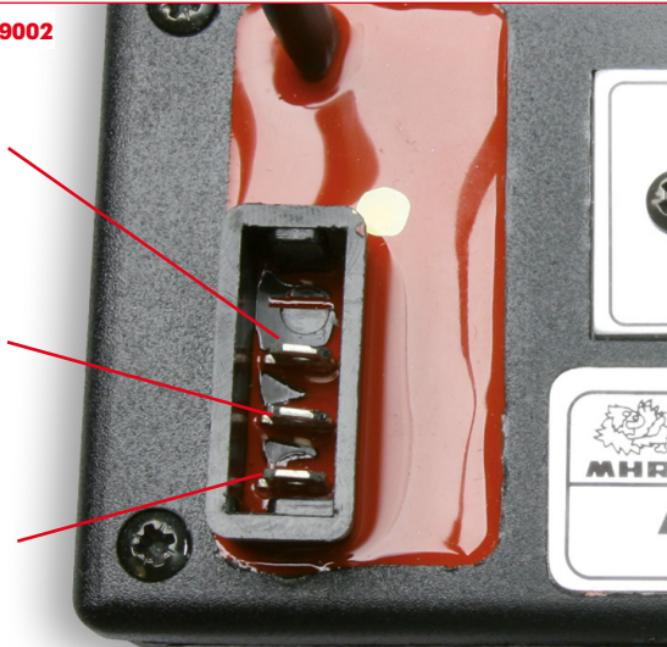
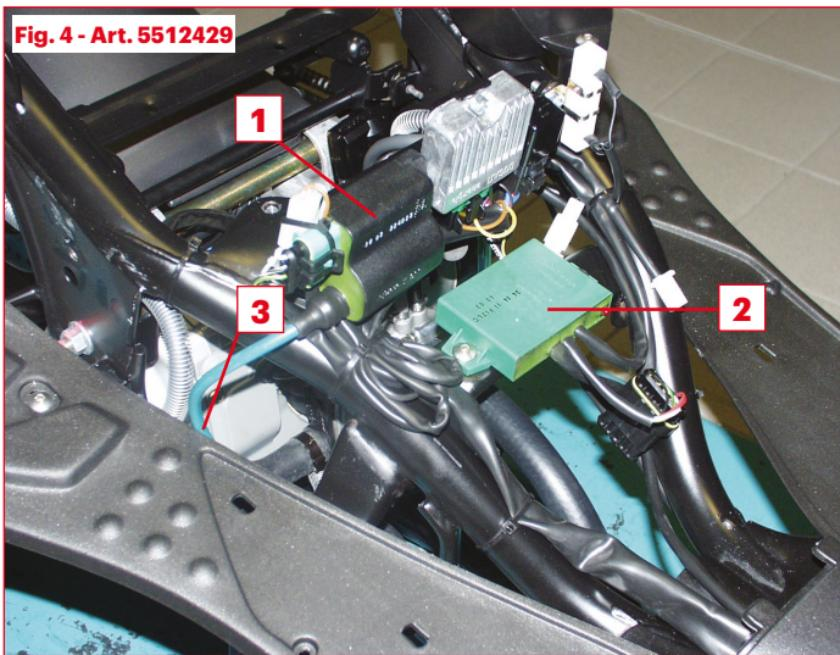

Fig. 4 - Art. 5512429
Fig. 5 - Art. 5512429
- Desmontar la bobina original (**part. 1, Fig. 4**) y la centralita original (**part. 2, Fig. 4**) teniendo cuidado de no dañar los conectores originales al desconectarlos y limpiarlos acuradamente.
- Destornillar el cable de la bujía (**part. 3, Fig. 4**) de la centralita original y atornillarlo a la nueva bobina HT Malossi de alta tensión teniendo en cuenta atornillarlo hasta el fondo.
- Montar la bobina HT Malossi (**part. 1, Fig. 5**) en el soporte de la bobina original fijandola con los tornillos que se suministran con el kit e interponiendo el distanciador suministrado también en el kit.
- Montar la centralita electrónica Malossi apoyandola en el soporte original (**part. 2, Fig. 5**)
- El cable negro que sale de la centralita Malossi debe hacer masa mediante una obertura colocandolo debajo del tornillo de fijación de la bobina HT Malossi (**part. 1, Fig. 5**), y seguidamente conectado a la toma presente en la bobina HT Malossi (**part. 4, Fig. 5**).
- El cable naranja/marrón va conectado a la toma presente en la bobina HT Malossi (**part. 5, Fig. 5**).
- conexión centralita Malossi - vehículo (**part. 3, Fig. 5**) : la centralita con un adaptador para las dos versiones de motor , facilmente reconocibles (**part. 2, Fig. 4**)